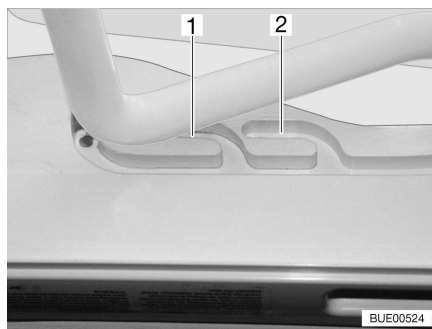
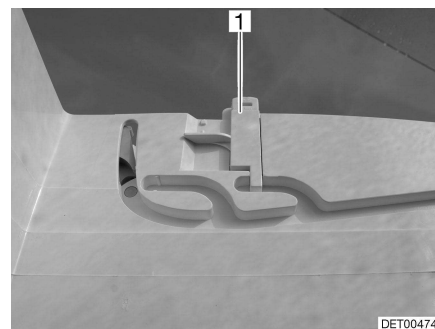

Bild 36 Heki-takluckan i ventilationsläge
Bild 37 Lås ventilationsläge
Heki-takluckan kan ställas i två ventilationslägen: Läget för dåligt väder (Bild 36,1) och mittläget (Bild 36,2). Beroende på modell kan takluckan låsas i mittläget med de båda spärrarna (Bild 37,1) till höger och vänster om ramen till takluckan.
- Tryck bygel lätt uppåt och skjut in den i det valda spåret (Bild 36,1 eller 2) och lås eventuellt.